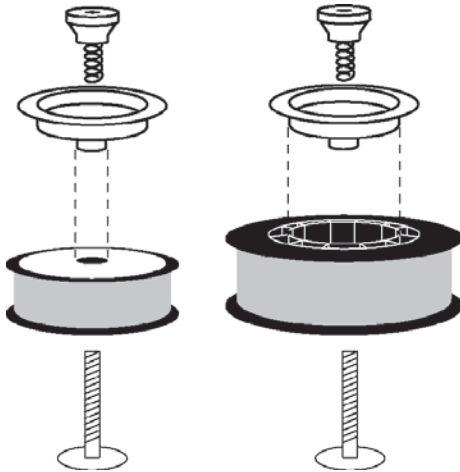

Figura 7A.
5. Si se está instalando un carrete de alambre de 10cm (4”), instalar el mecanismo del freno sobre el carrete como en la Figura 7A; pero si se instala un carrete de 20 cm (8”), instalar un adaptador de eje y el mecanismo de freno como en la Figura 7B. El propósito del freno es detener el giro del carrete casi al mismo tiempo que se interrumpe la alimentación del alambre.